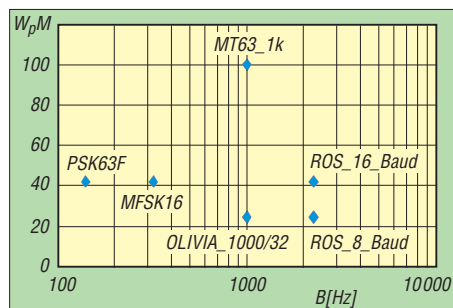
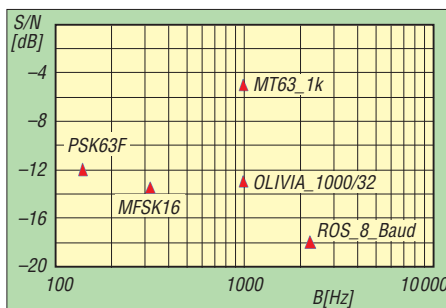

Bild 1: Mittlere Übertragungsgeschwindigkeit WpM in Abhängigkeit von der Bandbreite B für einige FEC-basierte Digimodes
Bild 2: Minimales Signal-Rausch-Verhältnis S/N in Abhängigkeit von der Bandbreite B für einige FEC-basierte Digimodes
In Bild 1 sind die mittlere Geschwindigkeit (Worte pro Minute, WpM) und in Bild 2 der minimale S/N -Abstand über der Sendebandbreite (B) für einige FEC-basierte Digimodes aufgetragen. Die Werte sind [6] entnommen und diejenigen für ROS-HF nach Angaben von Ros [4], [5] hinzugefügt. Die o.g. 5-dB-Verbesserung ist auf den minimalen S/N -Wert von OLIVIA_32/1k bezogen. Andere wichtige Merkmale – wie Offset- und Drifttoleranzen oder automatische Frequenzkorrektur – sind hier nicht dargestellt. MFSK16 arbeitet ebenfalls wie ROS-HF mit einem Faltungscodex $R = 1/2, K = 7$, aber mit einer etwa siebenfach geringeren Sendebandbreite.